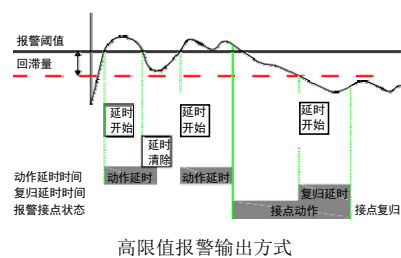
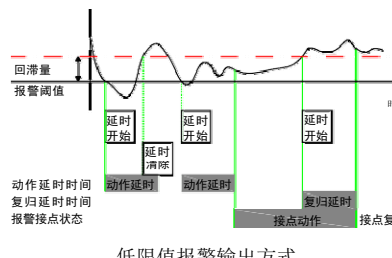

图 8
图 9
1.高【**0 3H 1**】/低【**1 cLo**】限值报警输出方式，在此种模式下，继电器动作后如果输入信号满足于设定的复归判断条件，则报警接点会自动复归。在其中高报警回滞量区域为：高报警阈值~（报警阈值-回滞量设定值）区间；低报警回滞量区域为：低报警阈值~（报警阈值+回滞量设定值）区间（图8，图9）。